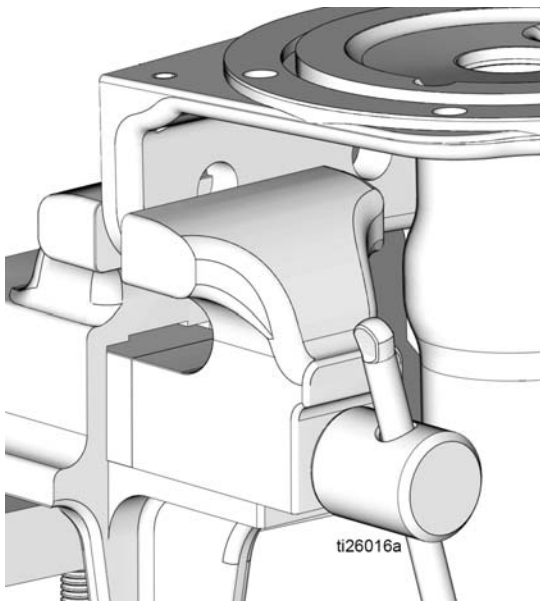

图 30
1. 使用干净的布向下擦拭泵底座 (1)，除去任何脏污或污染物。检查表面有无擦伤或损坏。若泵底座损坏，更换泵。
2. 根据需要，将泵底座 (1) 重新放置在老虎钳中，如图 30 所示。